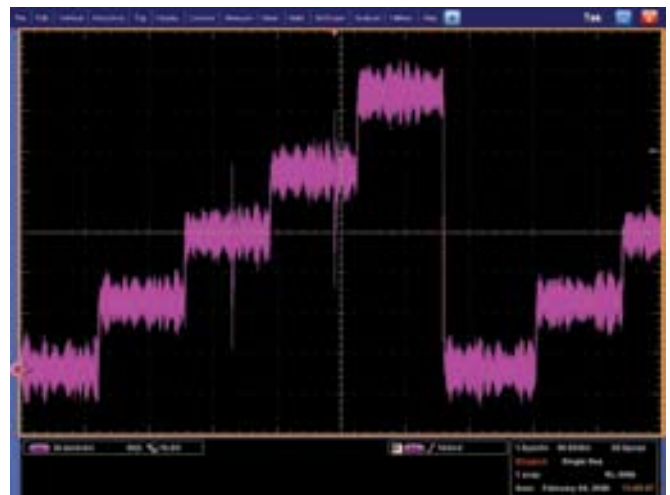

Рис. 23. Режим пикового детектора позволяет осциллографу зарегистрировать чрезвычайно кратковременные аномалии.
- **Режим пикового детектора.** Осциллограф сохраняет минимальные и максимальные значения точек выборки, взятые в течение двух интервалов развертки сигнала с последующим использованием этих выборок в качестве двух соответствующих точек развертки. АЦП цифрового осциллографа в режиме пикового детектора работает с высокой скоростью выборки даже при установке очень низкой скорости развертки (низкая скорость развертки подразумевает длительные интервалы развертки сигнала). Таким образом, становится возможным захватывать быстрые изменения сигнала, которые происходят между точками развертки сигнала, как это сложно было бы сделать при режиме выборки (см. рис. 22). Режим пикового детектора особенно эффективен при наблюдении узких импульсов, разделенных большими временными интервалами (рис. 23).